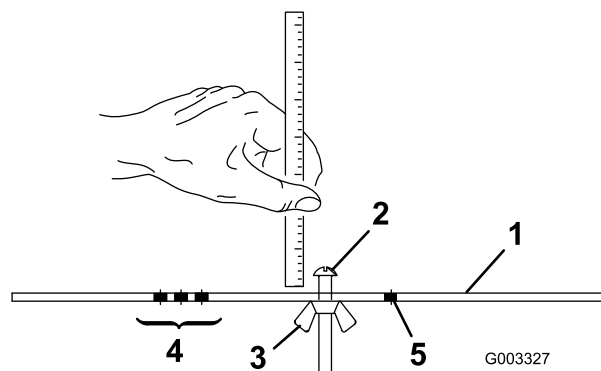

**図 15**
1. 刈り高ブラケットをカッティングユニットのサイドプレートに固定しているロックナットをゆるめる 図 15。